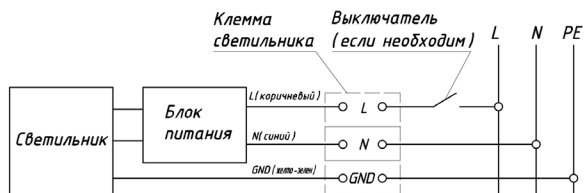

Рисунок 6 – Схема подключения светильника к питающей сети 220В.
5.3.2. Произведите надежное соединение кабеля светильника с питающим кабелем. Для этого используйте клеммную колодку Geniled либо другой подходящий способ соединения проводов, обеспечивающий надежное соединение и хороший электрический контакт. При этом необходимо соблюдать полярность соединения проводов: коричневый — фазный проводник, синий — нейтральный проводник, зеленый/желтый — защитный проводник («земля»). (рис.6). Убедитесь в правильности и надежности соединения. Провода не должны быть в натяжении.
5.4.6. Произведите надежное соединение кабеля светильника с питающим кабелем. Для этого используйте клеммную колодку Geniled либо другой подходящий способ соединения проводов, обеспечивающий надежное соединение и хороший электрический контакт. При этом необходимо соблюдать полярность соединения проводов: коричневый — фазный проводник, синий — нейтральный проводник, зеленый/желтый — защитный проводник («земля»). (рис.6). Убедитесь в правильности и надежности соединения. Провода не должны быть в натяжении.